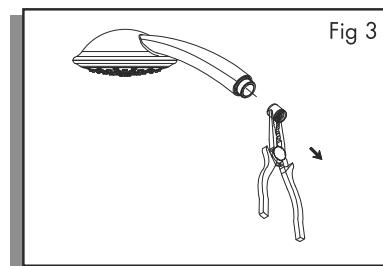

Fig 3
3. Screw the showerarm mount onto the showerarm supply pipe threads (Fig 3).
3. Visser le support de douche à main sur le bras de douche (fig. 3).
3. Enrosque el soporte del brazo de la ducha en las roscas del tubo de alimentación del brazo de la ducha (fig. 3).